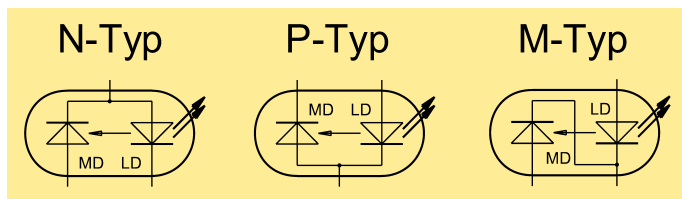

Bild 3: Laserdiodenkonfigurationen für N-, P-, M-Typ-Dioden
Die für die APC benötigte Messgröße proportional zur optischen Ausgangsleistung liefert im allgemeinen eine im Laserdiodengehäuse integrierte Monitordiode (MD). Laserdioden mit integrierter Monitordiode für APC gibt es in drei verschiedenen Anschlussvarianten (**Bild 3**). Der gemeinsamer Anschluss ist gleichzeitig mit dem Laserdiodengehäuse verbunden, welches, auch aus wärmetechnischen Gründen, meist elektrisch und thermisch leitend in das Gerätegehäuse (GND-Potenzial) eingebaut wird.